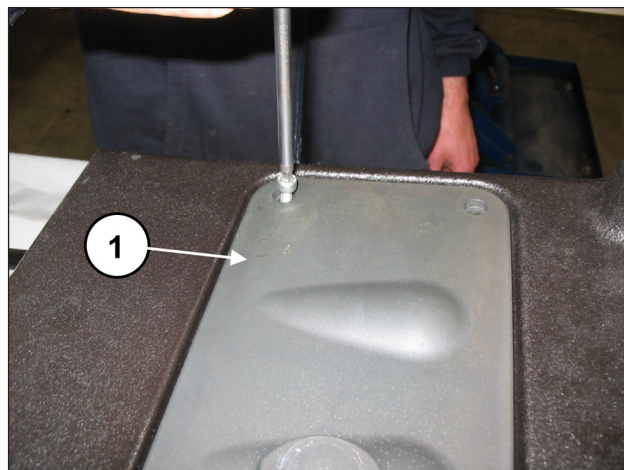
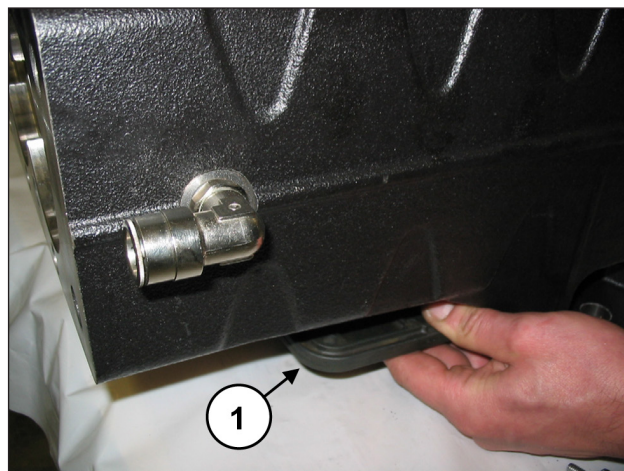

Fig. 120
Fig. 121
Quitar las tapas de inspección superior (pos. ①, Fig. 120) y la tapa de inspección inferior (pos. ①, Fig. 121) aflojando los 4+4 tornillos de fijación. Extraer las juntas tóricas y sustituirlas si es necesario.